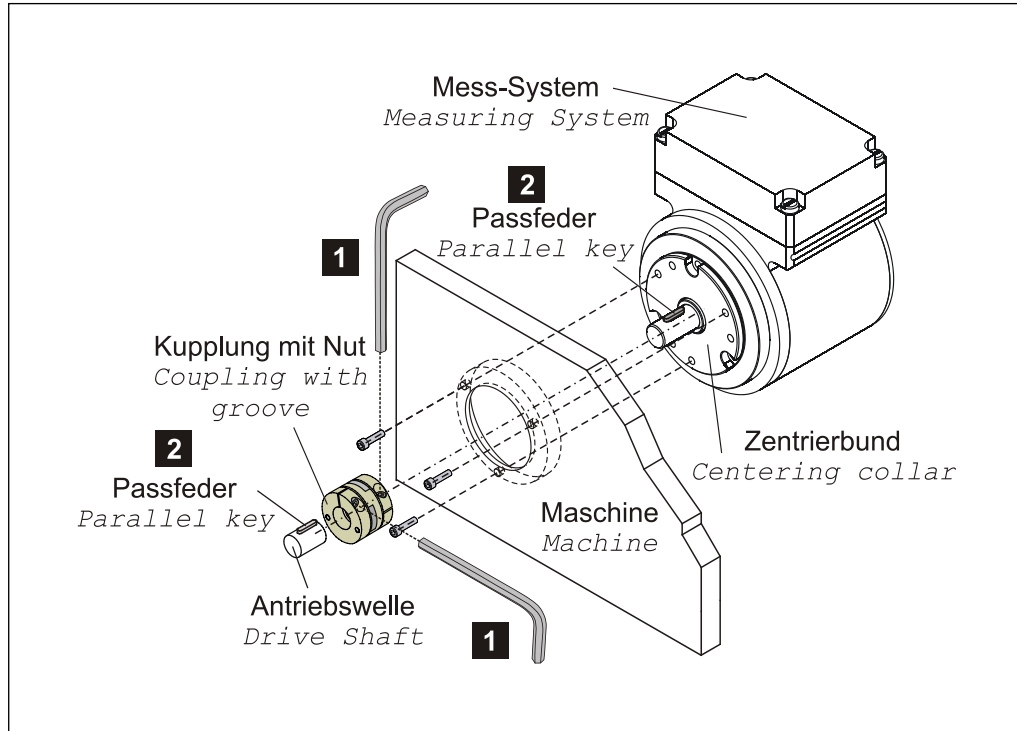

Abbildung 2: Flansch-Montage
- Axiales Verrutschen des Mess-Systems auf der Antriebswelle ist durch die Fixierung der Kupplung zu verhindern, siehe Abbildung 2, **1**.
- Radiales Verrutschen des Mess-Systems auf der Antriebswelle ist mittels Formschluss durch den Einsatz einer Passfeder- / Nut-Kombination (Abbildung 2, **2**) zu verhindern, hierfür ist eine Kupplung mit Nut zu verwenden.